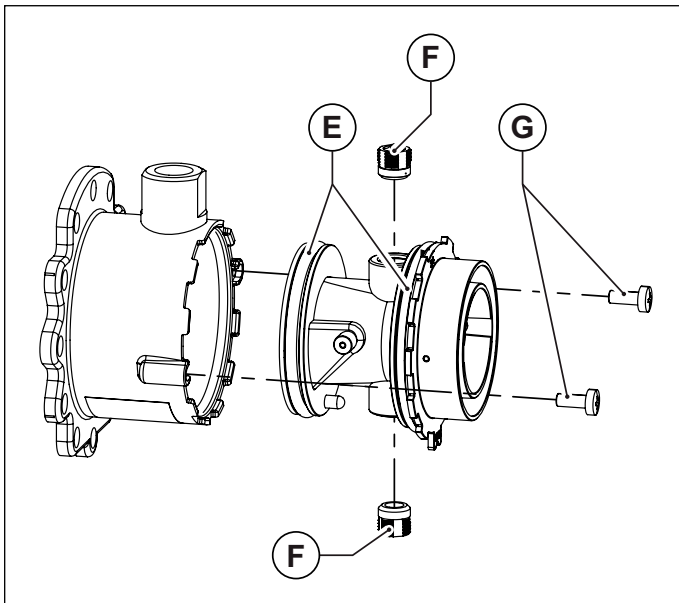
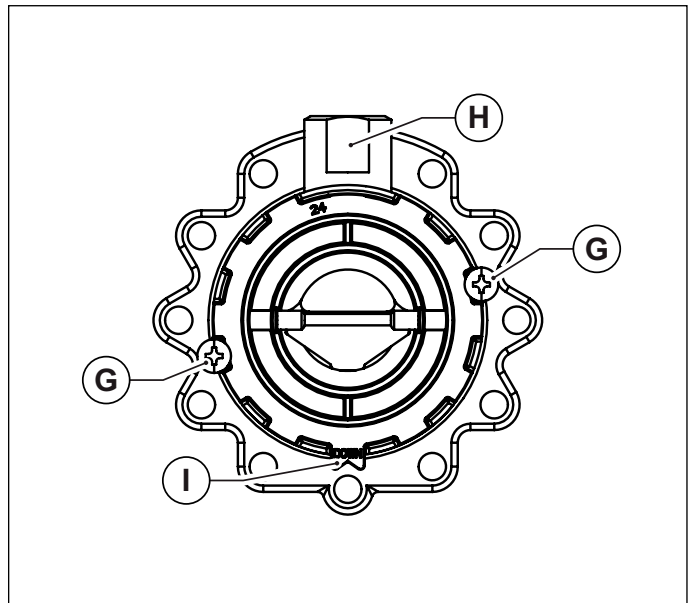

Fig. 44 Corpo in plastica del miscelatore
Fig. 45 Orientamento di montaggio
- Sfilare il corpo in plastica del miscelatore, svitando le due viti di fissaggio (vedi Fig. 44 Corpo in plastica del miscelatore).
- Svitare i due ugelli del miscelatore utilizzando una chiave a brugola da 6 mm (vedi Fig. 44 Corpo in plastica del miscelatore).
- Rimontare il corpo in plastica (Venturi) inserendolo nel miscelatore e avvitandolo con le viti di fissaggio, avendo cura di non danneggiare le guarnizioni o-ring che sono montate agli estremi del corpo in plastica (vedi Fig. 44 Corpo in plastica del miscelatore) e di rispettare l'orientamento di montaggio (vedi Fig. 45 Orientamento di montaggio).
- Montare il mixer riassembleto al ventilatore con le viti a brugola, avendo cura di riposizionare, fra mixer e ventilatore, l'o-ring di tenuta (vedi Fig. 44 Corpo in plastica del miscelatore).
- Montare il mixer riassembleato al ventilatore con le viti a brugola, avendo cura di riposizionare, fra mixer e ventilatore, l'o-ring di tenuta (vedi Fig. 44 Corpo in plastica del miscelatore).